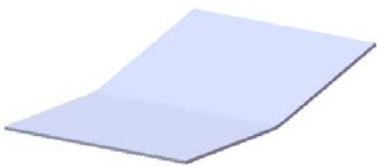
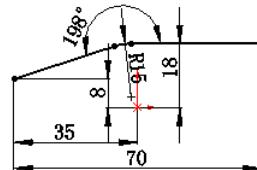

图 9.10 基体—法兰 1
图 9.11 横断面草图
Step2. 创建图 9.10 所示的钣金基础特征——基体一法兰 1。
(1) 选择命令。选择下拉菜单**插入(I)** \rightarrow **钣金(O)** \rightarrow **基体法兰(A)...**命令(或单击“钣金”工具栏上的“基体法兰/薄片”按钮 基体法兰/薄片)。
(2) 定义特征的横断面草图。选取前视基准面作为草图基准面，在草图环境中绘制图 9.11 所示的横断面草图；此时系统弹出“基体法兰”对话框。
(3) 定义拉伸深度属性。在**方向 1**区域的 Δ 下拉列表中选择**两侧对称**选项，在**D1**文本框中输入深度值 80.0。
(4) 定义钣金参数属性。
① 定义钣金参数。在**钣金参数(S)**区域的文本框 t_1 中输入厚度值 0.2，在 r_1 文本框中输入折弯半径值 0.2。
② 定义钣金折弯系数。在**折弯系数(A)**区域的下拉列表中选择**K 因子**选项，把文本框**K**的因子系数改为 0.4。
③ 定义钣金自动切释放槽类型。在**自动切释放槽(I)**区域的下拉列表中选择**矩形**选项，选中**使用释放槽比例(A)**复选框，在**比例(B):**文本框中输入比例系数 0.5。
(5) 单击 \checkmark 按钮，完成基体一法兰 1 的创建。